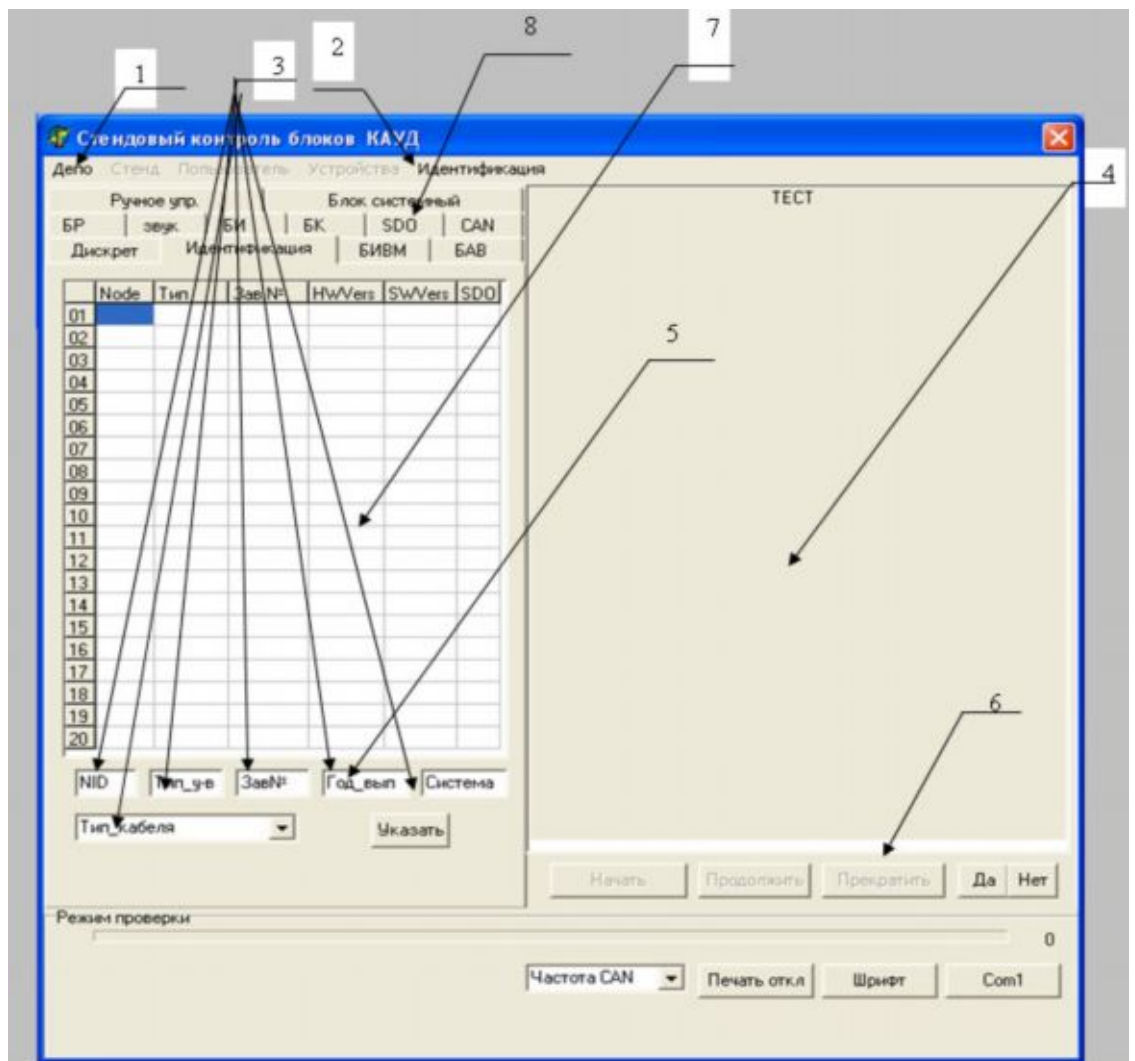

Рисунок 11
а) выбрать СОМ-порт переключателем портов 6 (рисунок 11), далее, при необходимости, последовательно войти в подменю: Дешо > Стенд > Пользователь и, после выбора нужных данных, нажать кнопку 5 «Указать»;
а) нажать кнопку «начать», на экране (см. рисунок 11) появляются окна 3 NID устройства, тип устройства, заводской номер и т.д., которые последовательно нажатиями кнопки 5 перебираются и заполняются, при необходимости, самостоятельно;
- б) после появления на экране окна программы «Device» (рисунок 11) кнопкой 8 выбрать устройство–БАВ;